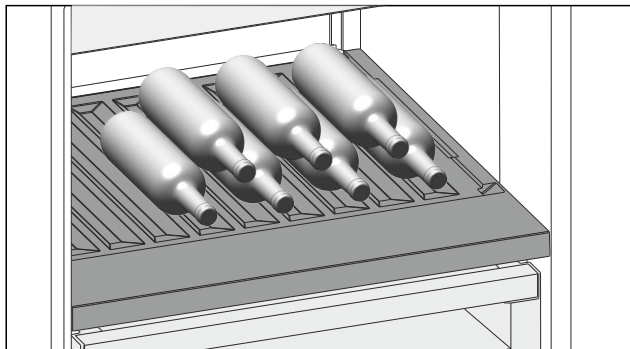

Fig. 175 Примерное изображение
- ▶ Бутылки укладывайте дном к задней стенке. (см. Fig. 175)